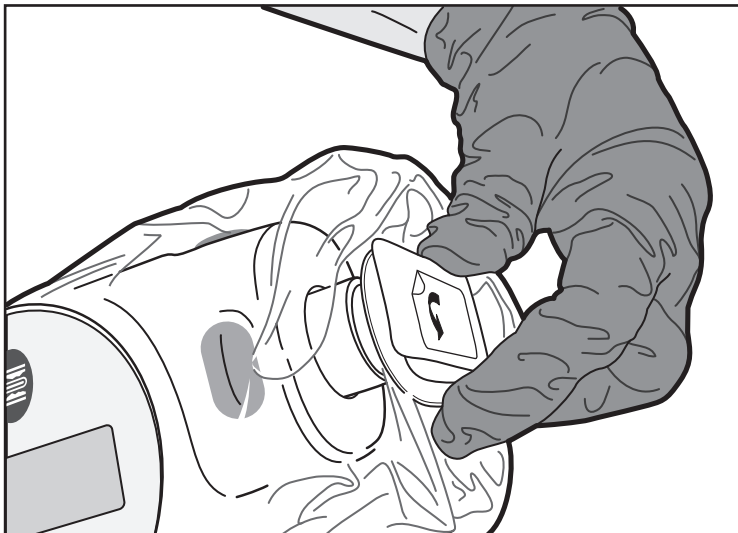
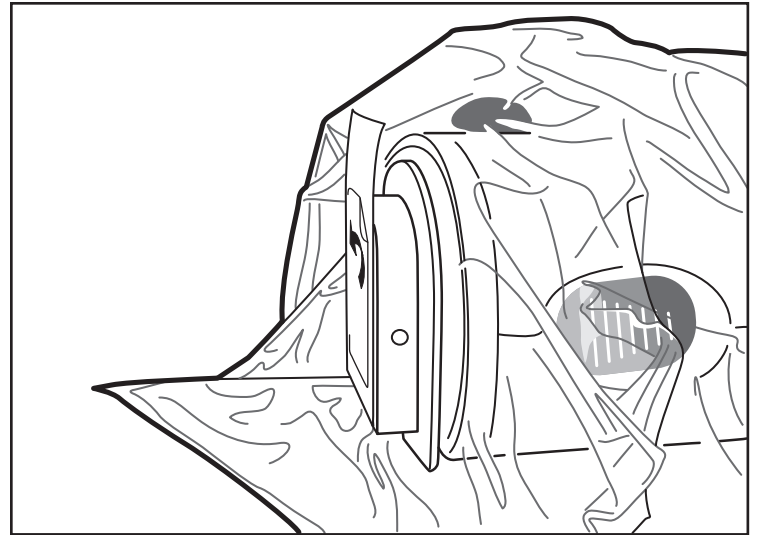

Figura 7. Unión de la placa frontal
Figura 8. Placa frontal unida
8. Para unir la bolsa a la unidad motora MDU5 PLUS, el operador estéril debe alinear la placa frontal de la bolsa con la punta de la motora MDU5 PLUS (figura 7) y presionar suavemente a fin de fijar la conexión. Asegúrese de que no queda material atrapado entre la placa frontal y la punta. Es normal que quede material sobrante de la bolsa alrededor y más allá de la conexión (figura 8).